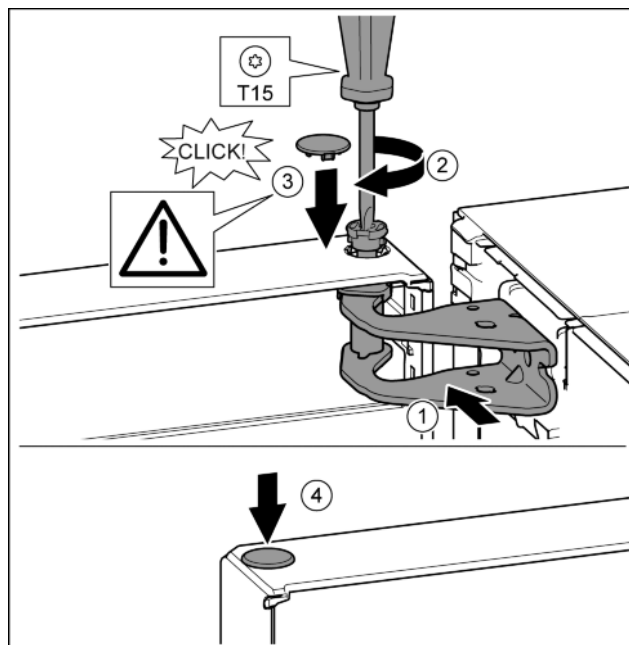

Fig. 24
- ▶ Dveře nahoře vyrovnejte s otvorem ve stojanu ložiska. Fig. 24 (1)
- ▶ Vložte čep a pevně jej utáhněte šroubovákem T15. Fig. 24 (2)
- ▶ K zajištění dveří namontujte bezpečnostní kryt: Bezpečnostní kryt nasadte a zkontrolujte, zda přiléhá na dveře. V opačném případě čep zcela zasuňte. Fig. 24 (3)
- ▶ Vložte zátku. Fig. 24 (4)